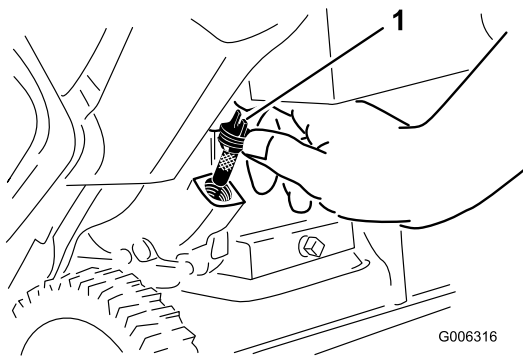

Figura30
6. Curățați zona din jurul capacului de umplere cu ulei (Figura30).
7. Deșurubați capacul de umplere cu ulei și scoateți-l (Figura30).